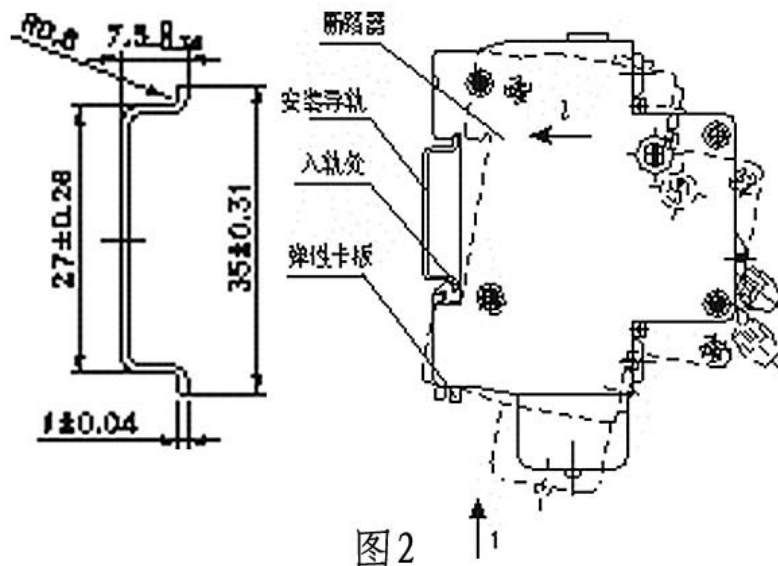

图 2
8.5 安装及拆卸方法（见图 2）
a. 将漏电断路器入轨处对准安装导轨下端（稍向右倾斜，见图 2 点划线），使漏电断路器沿箭头 1 方向向上推动，并按箭头 2 方向将凹处推到安装导轨上端，松手即可。